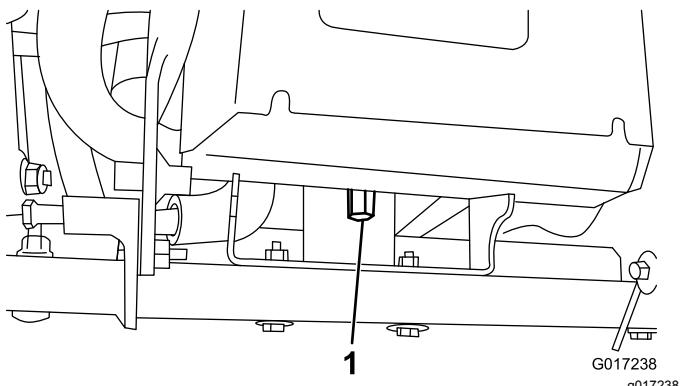

Figura 11
4. Serrate il dado lungo che fissa il retro della base della batteria al telaio della macchina (Figura 11).